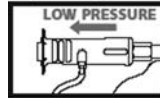

Figura 13
1. Tire hacia afuera la boquilla negra para asegurarse de que la lanza esté en el modo de presión baja (Figura 13).